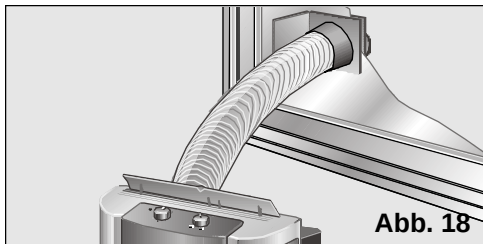

Abb. 18
- ☐ Im Fall der Fensterinstallation kommt nur das durchsichtige Endstück des Zubehörsatzes zur Anwendung. Zur Montage muss in das Fensterglas eine runde Öffnung mit 10,5 cm Durchmesser geschnitten werden, **Abb. 18**.